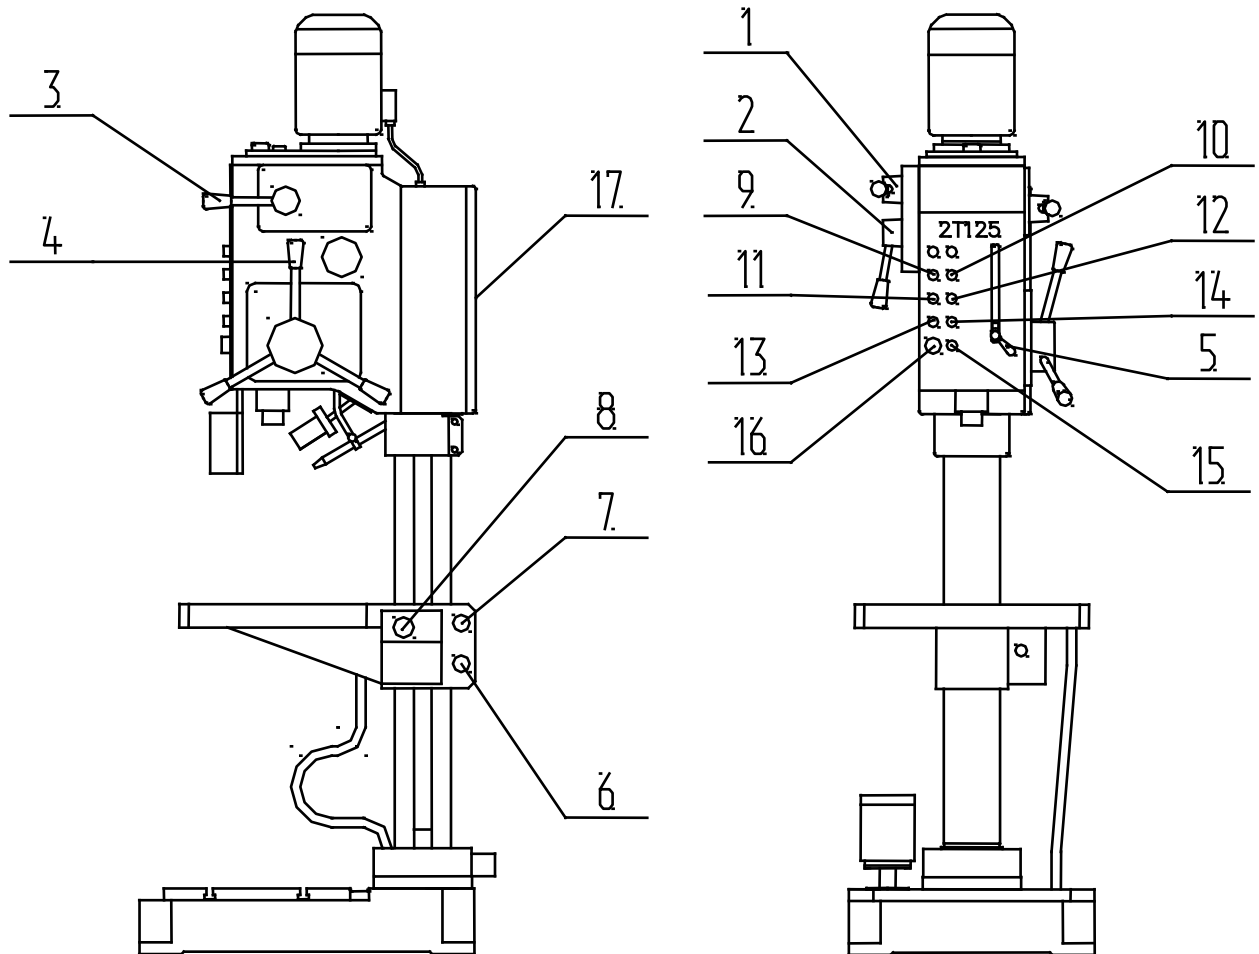

Рисунок 13 Основные органы управления станком
- переключателем 14 (рисунок 13) включить вращение шпинделя по часовой стрелке;
- поставить переключатель 15 (рисунок 13) в режим резьбонарезания;